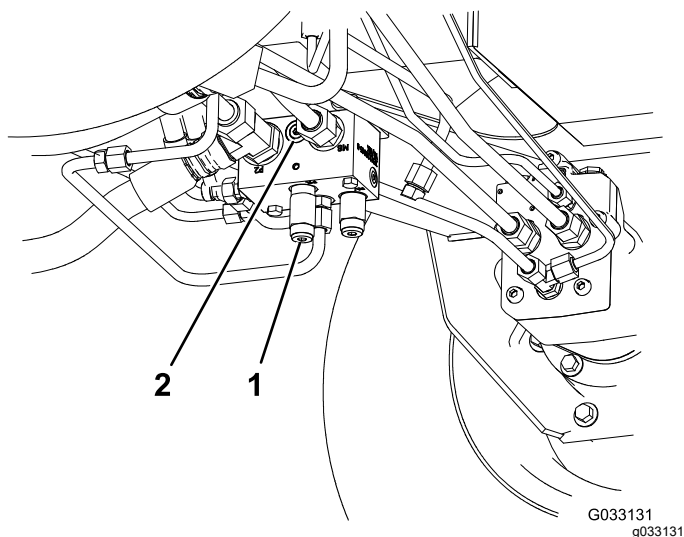

図 63
1. 後部走行マニホルドのポート M8 と P2 との間にあるマークなしのポートに故障診断用フィッティングを取り付ける 図 63。